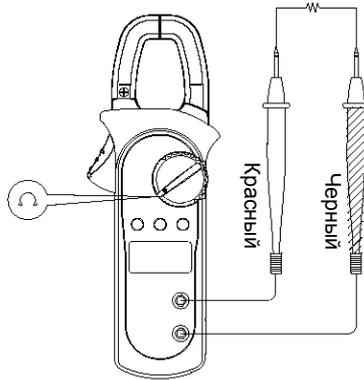

Рисунок 4
**B. Измерение сопротивления** (см. рисунок 4)